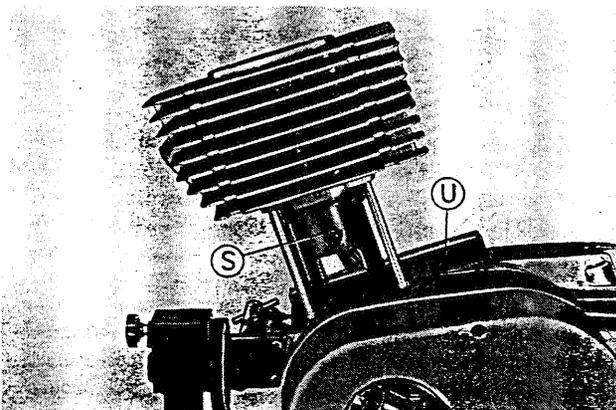

Fig. 267. Pose du cylindre
Faire tourner les segments de piston de sorte que les goupilles d'arrêtage soient placées entre les joints de segment (fig. 267, flèches longues). Ensuite, faire glisser le cylindre légèrement huilé dans la chemise, sur le piston. Enlever la pièce d'appui du piston (U) aussitôt que le cylindre couvre le piston entièrement. Ensuite, faire glisser le cylindre complètement en dessus.